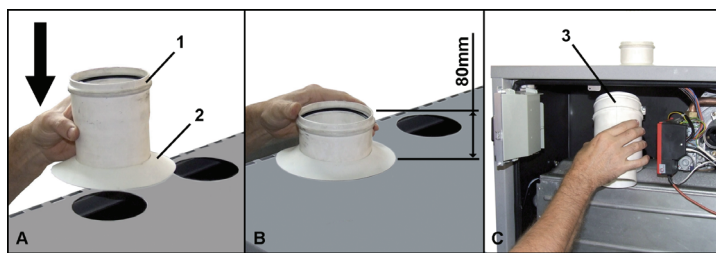

fig. 33
- B** Rispettare la quota indicata nel riquadro "B" di fig. 33. Tale quota deve essere aumentata di 5 mm ad ogni modulo aggiunto.